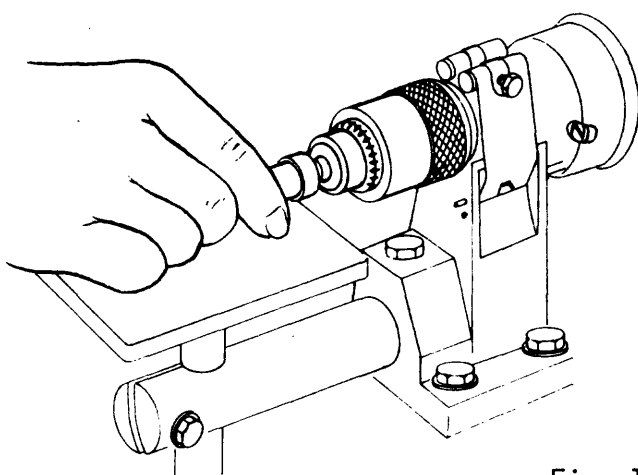

Fig. 1
- a Haga girar la válvula como indican las figs. 1 y 2.